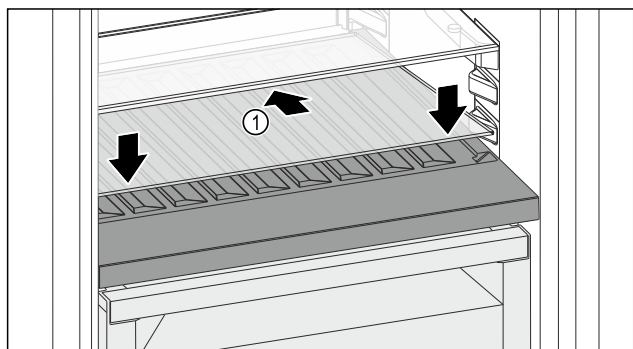

Fig. 182
- Glasplatte Fig. 182 (1) schräg und nach hinten unten geneigt ansetzen.
- Glasplatte Fig. 182 (1) vorne absenken.